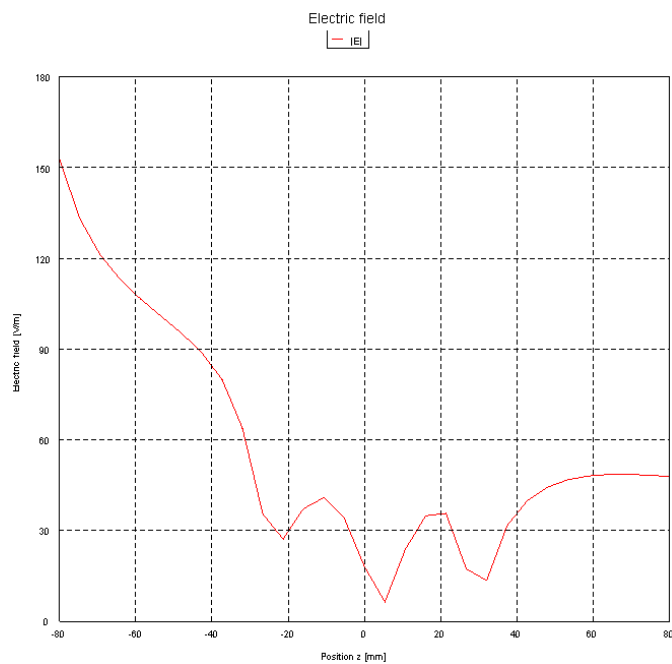

图 7-13 电场随位置 z 的变化曲线
(4) 观察计算结果。电场随位置 z 的变化曲线如图 7-13 所示。